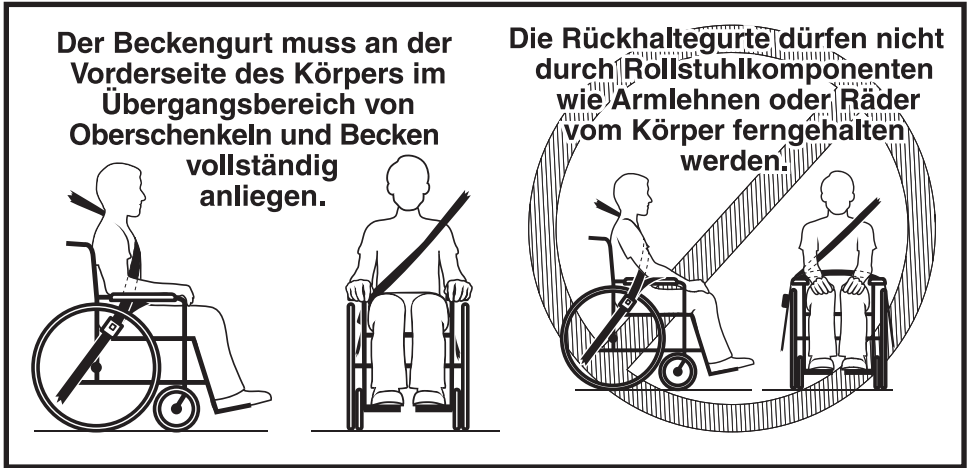

Abb. 13. Richtige Beckengurtpositionierung
- Manche Rollstuhlkomponenten wie Armlehnen und Räder können dem ordnungsgemäßen Anlegen eines Rückhaltegurts im Wege stehen. Es kann notwendig sein, den Gurt zwischen der Armlehne und der Sitzlehne hindurch oder durch Öffnungen zwischen der Rückenlehne und dem Sitz zu führen, damit der Beckengurt nicht über die Armlehne gelegt werden muss. **Siehe Abbildung 13.**